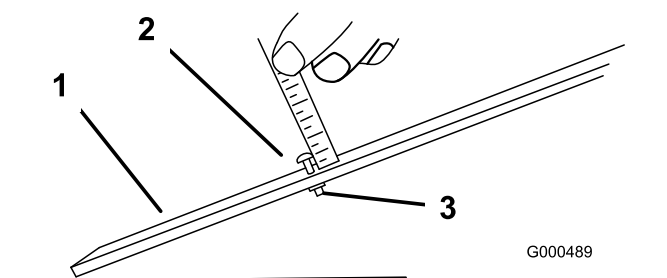

図 13
1. ゲージバーのナットをゆるめ、調整ねじを希望の刈り高に合わせる 図 13